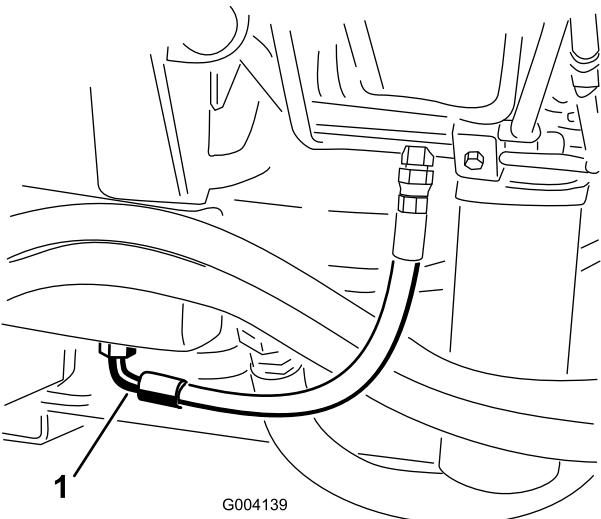

Figura 60
2. Coloque un recipiente grande debajo del acoplamiento situado en la parte inferior del depósito de fluido hidráulico (Figura 60).